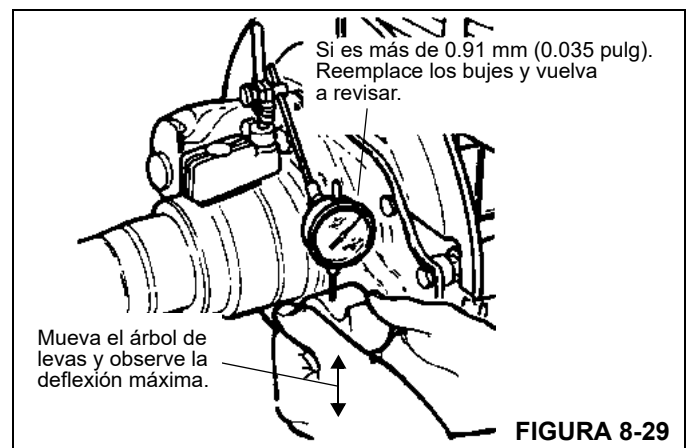

FIGURA 8-29
7. Cada vez que se retiren las zapatas de freno, revise el juego radial del árbol de levas según se indica en los pasos 7a a 7e y la (Figura 8-29).